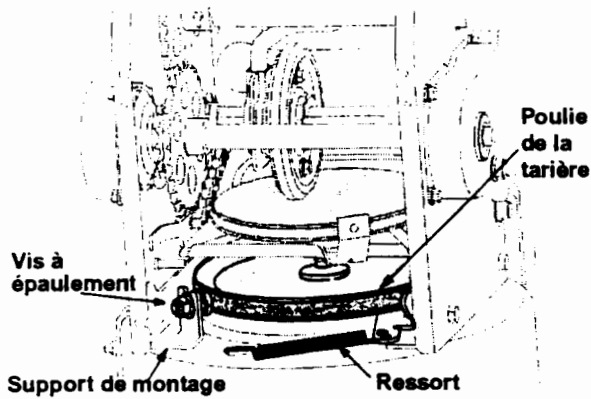

Figure 19
4. Faites faire un demi-tour à la vis à épaulement et dégagez-la du support de montage. Voir la Figure 19.
5. Décrochez le ressort pour éliminer la tension sur la courroie de la tarière. Enlevez la courroie usagée et remplacez-la par une courroie neuve bien installée dans la rainure. Voir la Figure 19.
6. Enroulez la courroie de la tarière sur la poulie de la tarière. Voir la Figure 19.